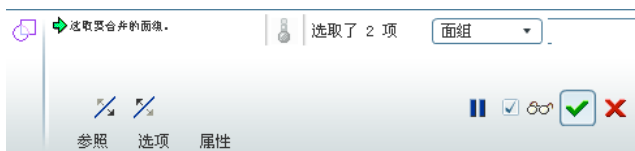

图 6.7.37 操控板
(1) 按住 Ctrl 键，选取要合并的两个曲面（边界曲面 1 和边界曲面 2），然后选择下拉菜单 **编辑(E)** → **合并(G)...** 命令，此时出现图 6.7.37 所示的“曲面合并”操控板。
(2) 单击按钮，预览合并后的面组；确认无误后，单击“完成”按钮.